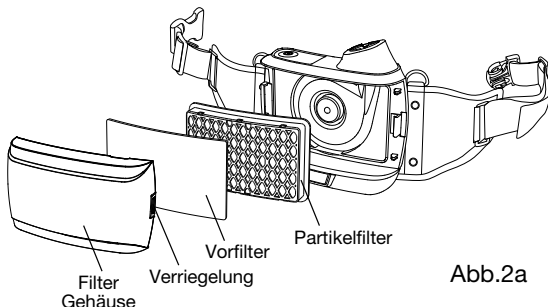

Abb.2a
- Bitte Partikelfilter gemäß Abb. 2a einbauen